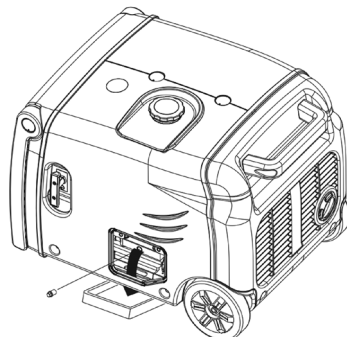

Fig. 22 – Removendo a tampa do dreno
6. Remova a tampa de dreno do cárter (fig. 22);